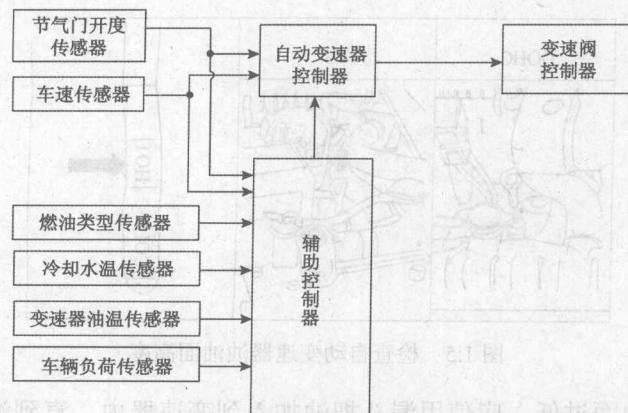

图 1.4 自动变速器控制装置示意图
(3) 液压自动换挡控制系统是由各润滑阀组成的控制系统。利用液压使离合器和制动器在一定条件下起作用，使行星齿轮系统自动地换挡。
(4) 自动变速器电控装置，利用传感器、自动变速器控制器及电磁阀等完成换挡任务。自动变速器控制装置示意图，如图 1.4 所示。